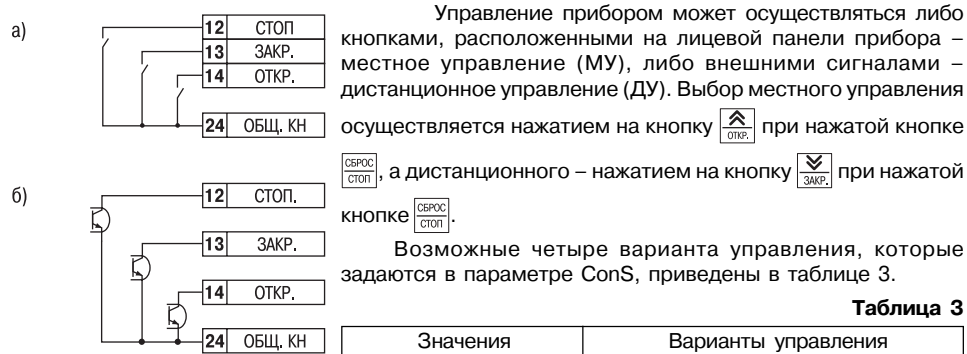

Рис. 2
- контакты внешних кнопок управления (рис. 2, а);
- устройства автоматики, имеющие на выходе транзисторные *n-p-n*-ключи с открытым коллекторным выходом (рис. 2, б);